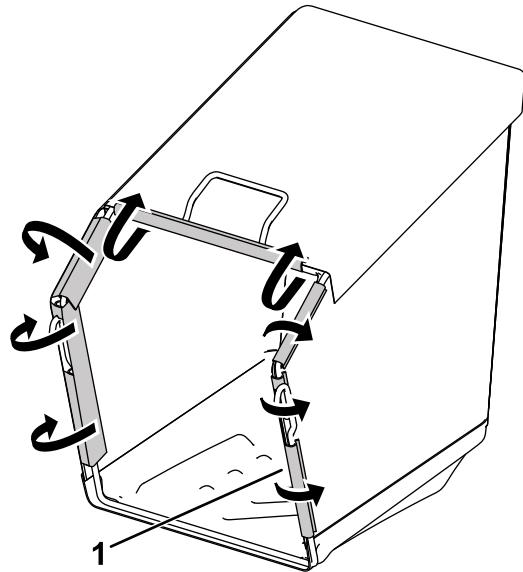

Figure 7
3. Fixez les clips en plastique à l'armature du bac à herbe (Figure 7).